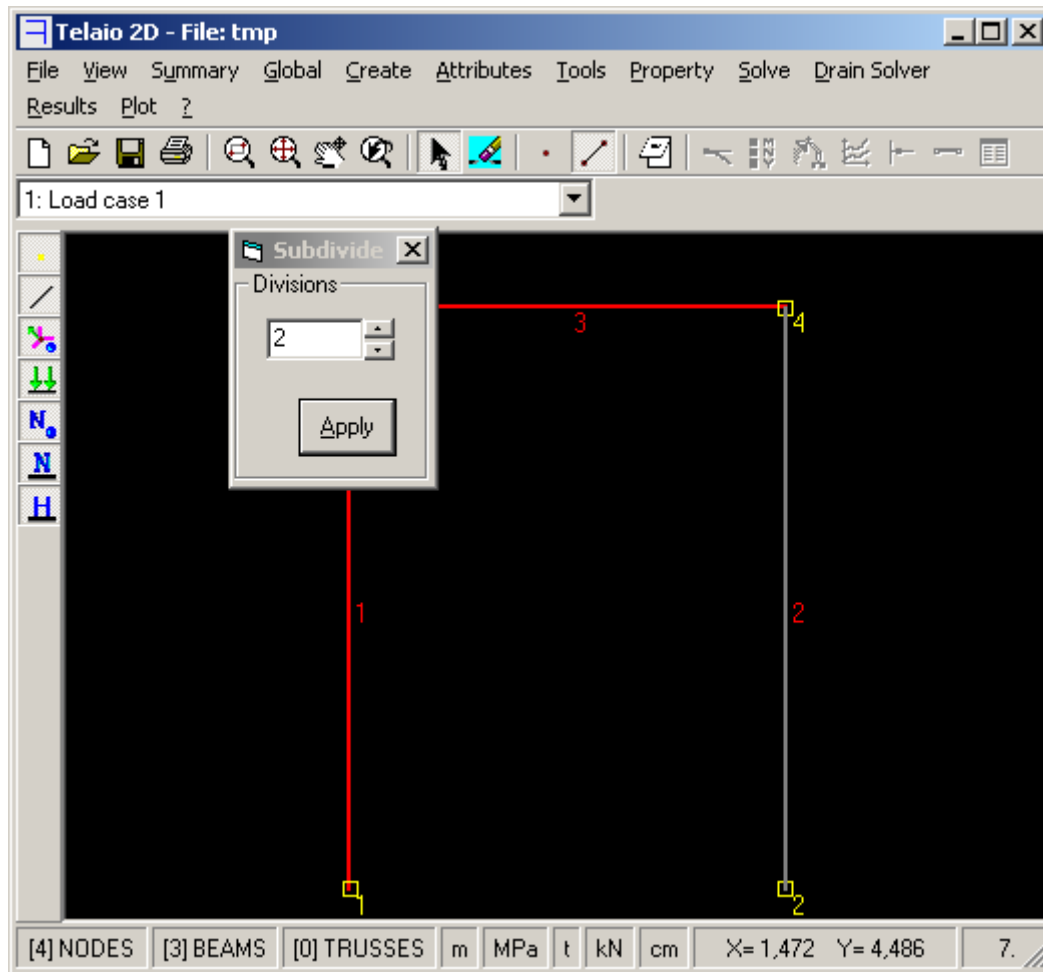

Fig. 4
- cliccare sull'elemento 2 (Fig. 4)